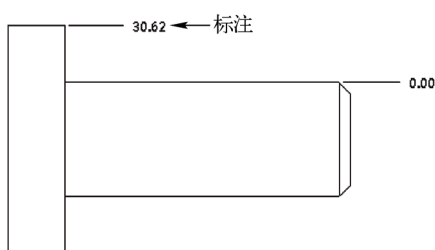

图 4-32 标注基线尺寸
STEP 04 单击“尺寸”面板中的“法向”按钮, 在标注的基线“0.00”数值上, 单击鼠标左键, 移动鼠标指针至左上方的水平直线上, 单击鼠标左键, 向右引导光标至合适位置, 单击鼠标中键, 即可完成基线尺寸的标注, 效果如图 4-32 所示。